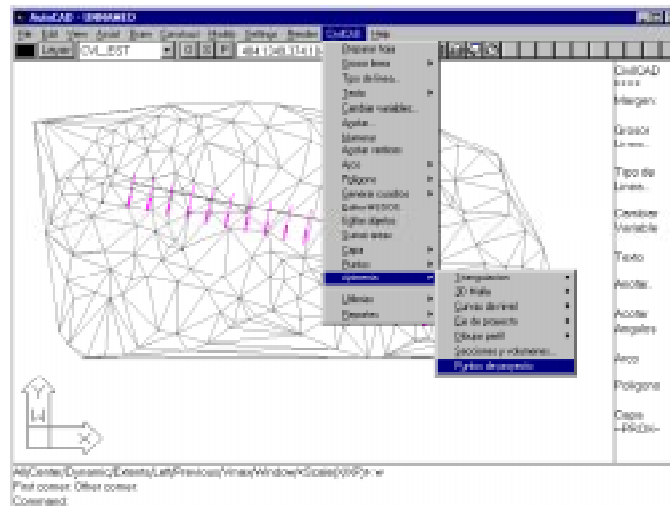

Fig. 30: Generación puntos de proyecto
2. Active la rutina para generar puntos de proyecto (Altimetría→ Puntos de Proyecto). Luego seleccione el eje de proyecto y las estaciones por medio de una ventana de selección. Deberán aparecer los puntos de proyecto y las líneas límite automáticamente dibujadas (fig. 30)